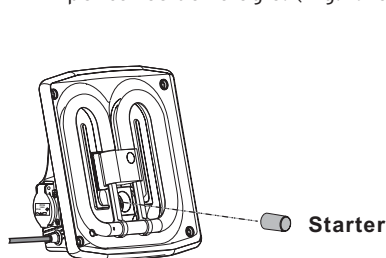

Fig. 19
5.2.3 Instale o arranque novo: Empurre o arranque no suporte e rode no sentido dos ponteiros do relógio. (Fig. 19 e 20).